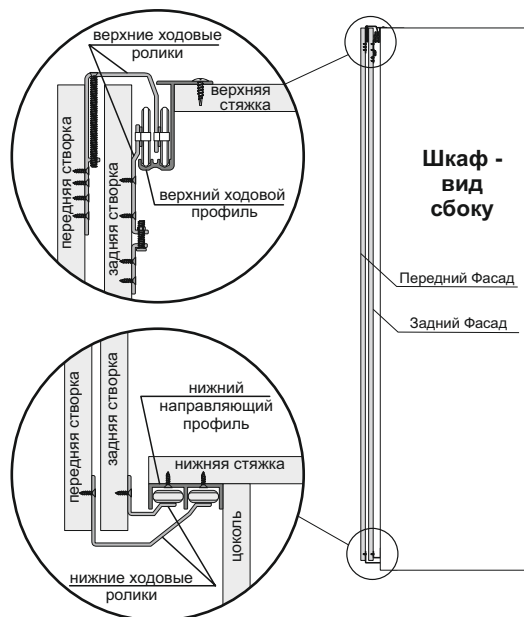

Рис.3 Установка створок
- Установить короб шкафа на постоянное место и повесить створки. Сначала заднюю створку шкафа вставить в нижний направляющий профиль, потом в верхний ходовой профиль. Затем установить переднюю створку, в том же порядке (рис.3)